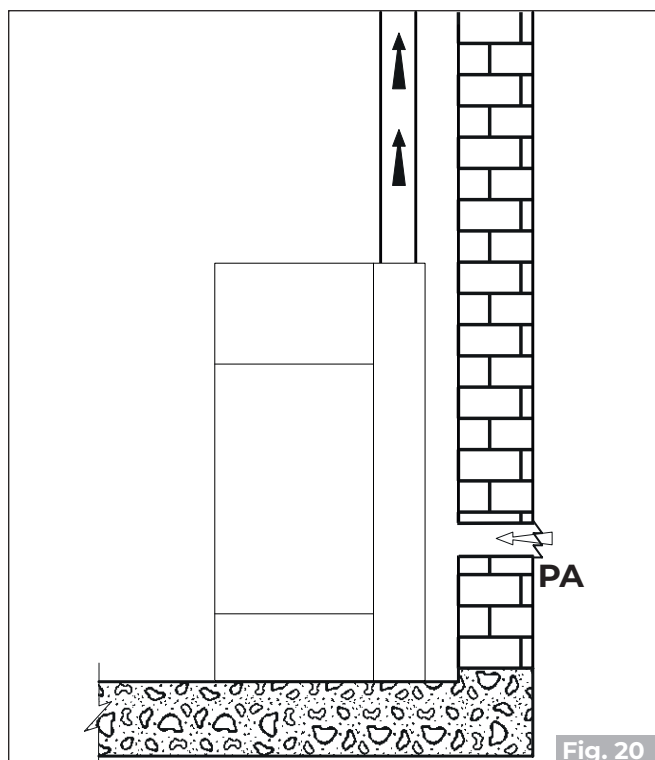
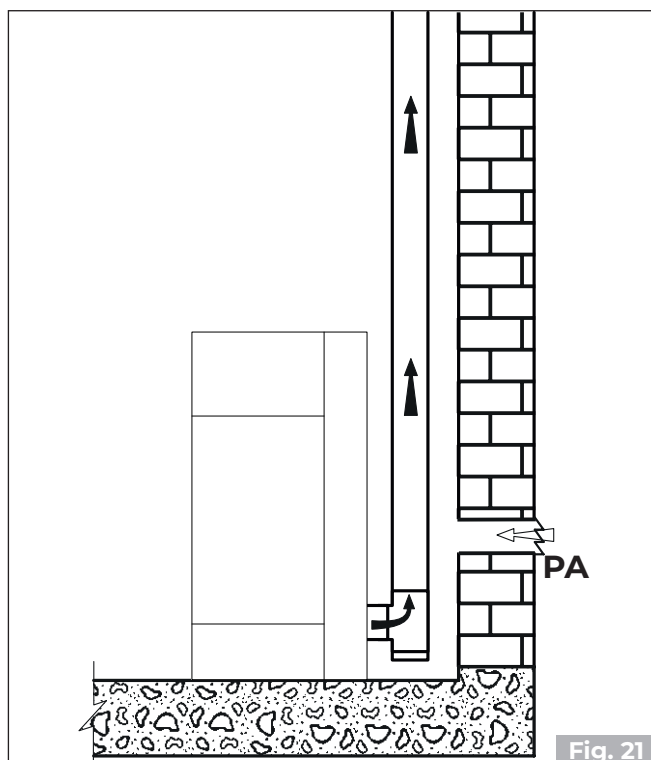

Fig. 20
Fig. 21
- il peut provenir du lieu d'installation ou de pièces voisines (**Fig. 20 - Fig. 21**)
Réaliser la prise d'air sur la paroi (Fig. 20 e Fig. 21- PA = Air Intake), et laisser l'appareil libre d'aspirer l'air dans la pièce, en prenant soin de raccorder le tuyau ondulé sur le tuyau d'entrée d'air, s'il est fourni, en le fixant avec le collier et en le pliant légèrement vers le bas afin de prévenir d'éventuels effets de résonance.